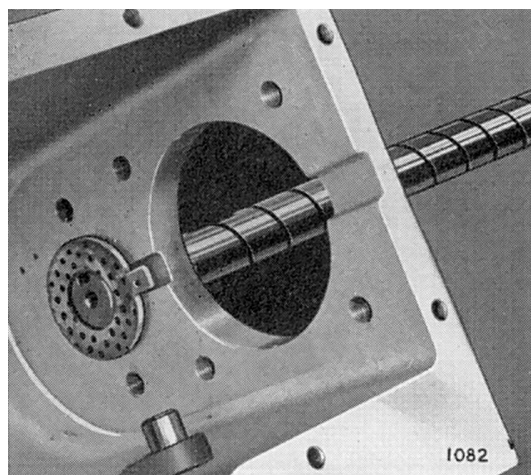

Fig. 29.
A l'aide de calibres d'épaisseur introduits entre la rondelle de butée arrière fixe (115) et la rondelle de butée tournante (116), mesurer le jeu axial du pignon comme illustré sur la Fig. 29.